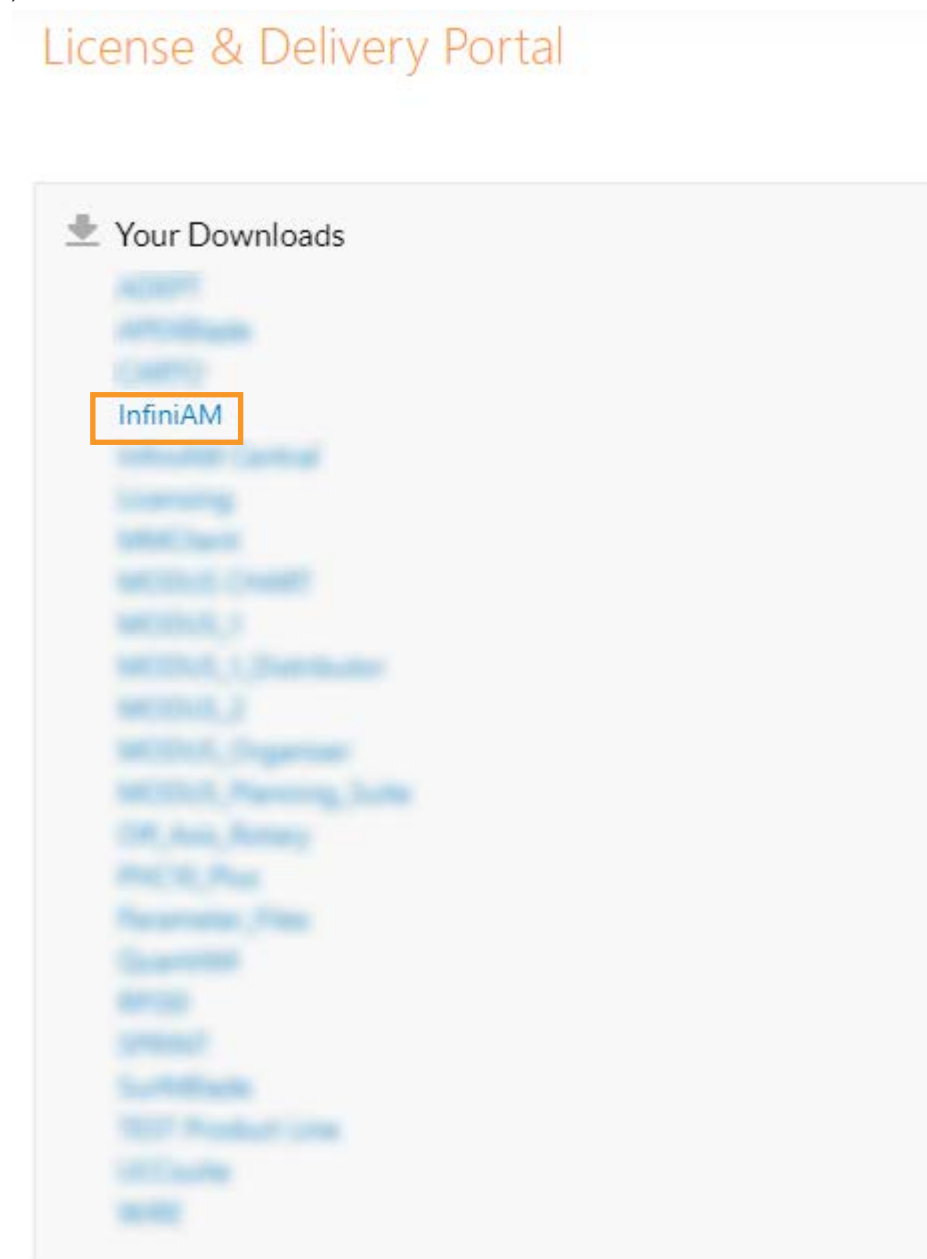

Figure 4 Licence & Delivery Portal (Portail des licences et des livraisons)
5. Naviguez vers la section **Your Downloads** (Vos téléchargements) et cliquez sur **InfiniAM** (voir la Figure 4).